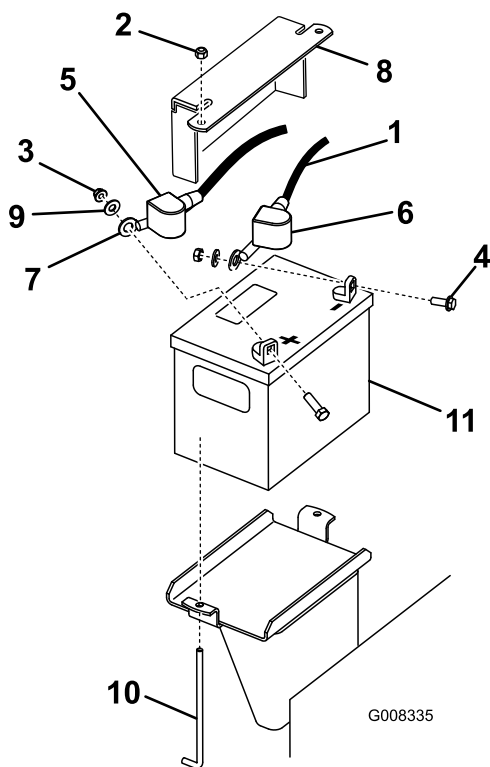

Figura 49
3. Levante la cubierta de goma negra del cable negativo. Desconecte el cable negativo del borne negativo (-) de la batería (Figura 49).
4. Retire la cubierta de goma roja del borne positivo (rojo) de la batería. Luego retire el cable positivo (rojo) de la batería (Figura 49).
5. Retire la pletina de sujeción, los pernos en J y las contratueras que fijan la batería (Figura 49). Retire la batería.
1. Usando las fijaciones que retiró anteriormente, conecte el cable positivo (rojo) al borne positivo (+) de la batería (Figura 49).
3. Usando las fijaciones que retiró anteriormente, conecte el cable negativo (negro) al borne negativo (-) de la batería (Figura 49).
4. Sujete la batería con la barra y las tuercas de orejeta (Figura 49).